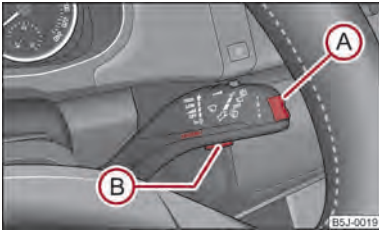

Abb. 6 Multifunktionsanzeige: Bedienelemente
Das Umschalten der Speicher erfolgt mit der Taste (B) ⇒ Abb. 6 am Scheibenwischerhebel.
Die Wipptaste **A** und die Taste **B** befinden sich am Scheibenwischerhebel → Abb. 6.
Sinkt die Außentemperatur unter +4 °C, erscheint vor der Temperaturanzeige ein Schneeflockensymbol (Warnsignal für Glatteis), das 10 Sekunden blinkt und anschließend zusammen mit der Außentemperatur stehen bleibt. Gleichzeitig ertönt ein akustisches Signal. Nach dem Drücken der Wipptaste **A** am Scheibenwischerhebel → Abb. 6 wird die Funktion dargestellt, die zuletzt angezeigt wurde.
Im Display erscheint die Fahrzeit, die seit dem letzten Löschen des Speichers vergangen ist → Seite 14. Wenn Sie die Fahrzeit ab einem bestimmten Zeitpunkt zählen möchten, so löschen Sie den Speicher zu diesem Zeitpunkt durch Drücken der Taste **(B)** → Abb. 6.
Wenn Sie den durchschnittlichen Kraftstoffverbrauch für einen bestimmten Zeitraum ermitteln wollen, müssen Sie den Speicher bei neuem Messbeginn mit der Taste **(B)** am Scheibenwischerhebel → Abb. 6 löschen. Nach dem Löschen erscheinen im Display auf den ersten ca. 300 m Fahrstrecke Striche.
Im Display erscheint die zurückgelegte Fahrstrecke, die seit dem letzten Löschen des Speichers → Seite 14 vergangen ist. Wenn Sie die zurückgelegte Fahrstrecke ab einem bestimmten Zeitpunkt zählen möchten, so löschen Sie den Speicher zu diesem Zeitpunkt durch Drücken der Taste **(B)** am Scheibenwischerhebel → Abb. 6.
Im Display wird die durchschnittliche Geschwindigkeit in km/h seit dem letzten Löschen des Speichers angezeigt → Seite 14. Wenn Sie die durchschnittliche Geschwindigkeit für einen bestimmten Zeitraum ermitteln wollen, müssen Sie den Speicher bei neuem Messbeginn durch Drücken der Taste **(B)** am Scheibenwischerhebel → Abb. 6 löschen.
- Mit der Taste **(A)** → Abb. 6 wählen Sie den Menüpunkt **Warnung bei Geschwindigkeitsüberschreitung**.